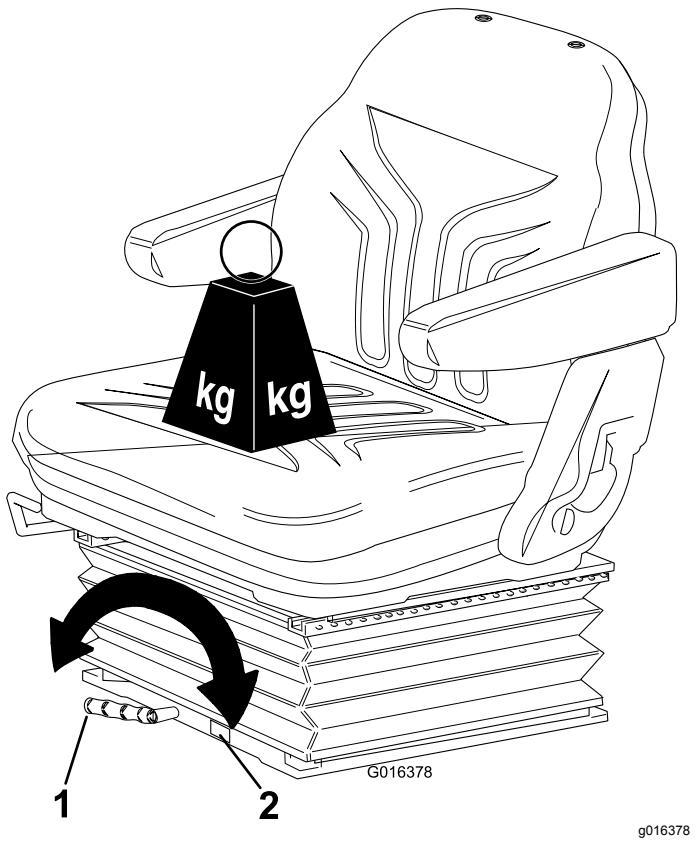

Figure 12
- Réglage selon le poids de l'utilisateur :** Tournez la poignée dans le sens horaire pour augmenter la rigidité de la suspension et dans le sens antihoraire pour la réduire. Le cadran indique que le réglage optimal de la suspension a été effectué en tenant compte du poids de l'utilisateur (kg) ; voir Figure 12.